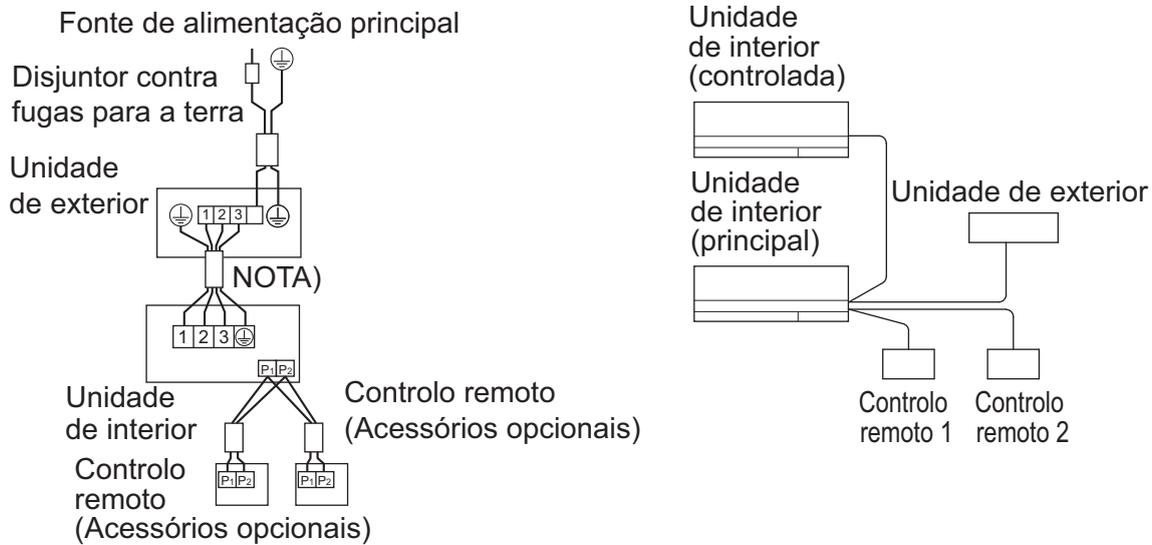

Fig. 29
- Disponha de forma cruzada entre os terminais (P1, P2) no interior da caixa de controlo para o controlo remoto. (Não existe polaridade.) **(Consulte a Fig. 29)**